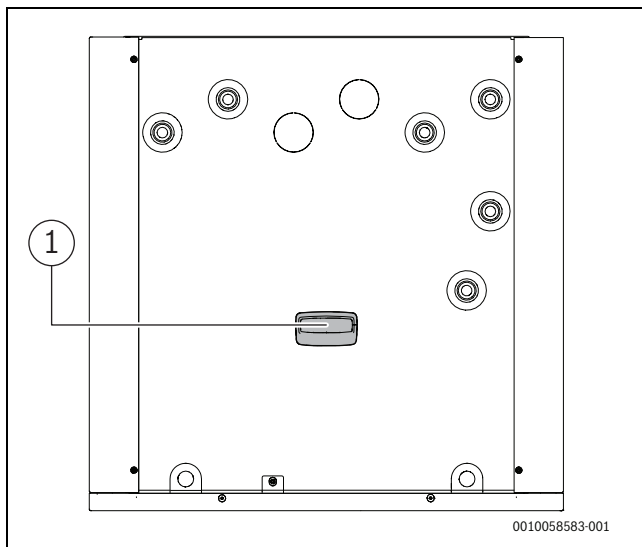

Bild 14 Connect-Key platzieren
- ▶ Modul in den Halter einsetzen (→ [1], Abbildung 14). Wenn das Modul richtig eingesetzt wurde, blinkt eine LED.